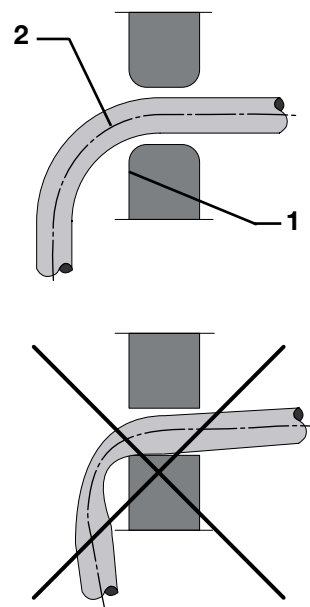

Figure 14: Montage des flexibles
8.5 Tuyauteries flexibles hydrauliques et raccords vissants (fig. 14)